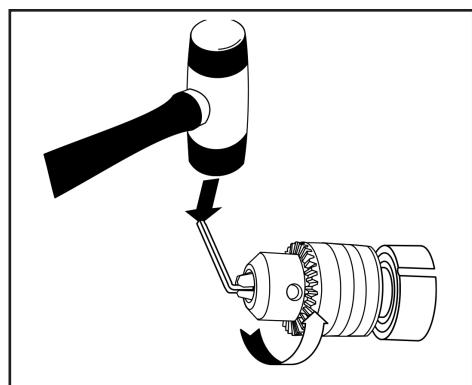

Fig.10
7. Inserte la llave hexagonal en el mandril y apriete las pestañas del mandril firmemente. (Fig. 10). Golpee la llave hexagonal fuertemente con un mazo en sentido anti-horario .Esto aflojará el mandril del eje. El mandril puede ahora ser desenroscado y retirado manualmente del eje.